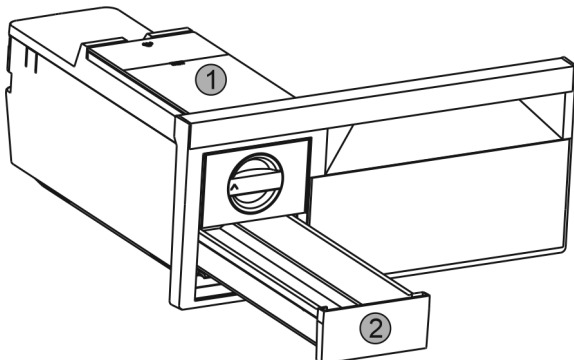

Fig. 66
- ▶ Enlever le réservoir d'eau Fig. 66 (1) et le tiroir à glaçons Fig. 66 (2).